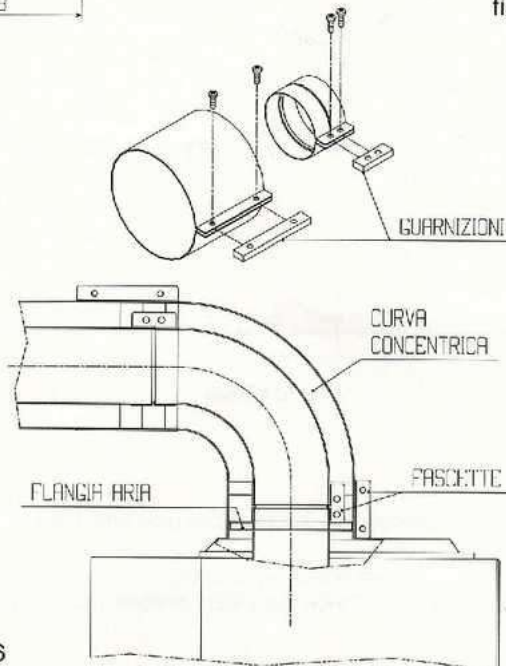

fig. 6
**ATTENZIONE:** Per l'installazione con tubi di lunghezza maggiore di 1 metro, eliminare la flangia in lamiera, alloggiata nel bocchello di aspirazione aria della caldaia (fig. 6).